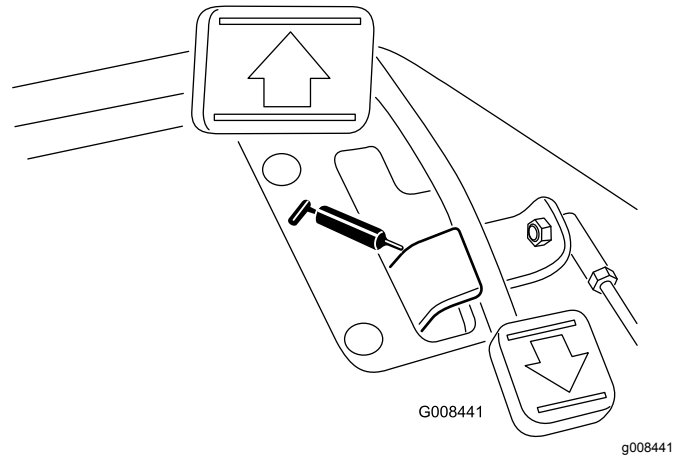

Bild 29
- Fahrpedal-Drehlager (1) (Bild 29)